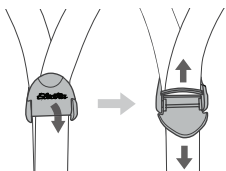

Figura 3. Funzionamento del regolacinghia
2. Sbloccare il regolacinghia (Figura 3).